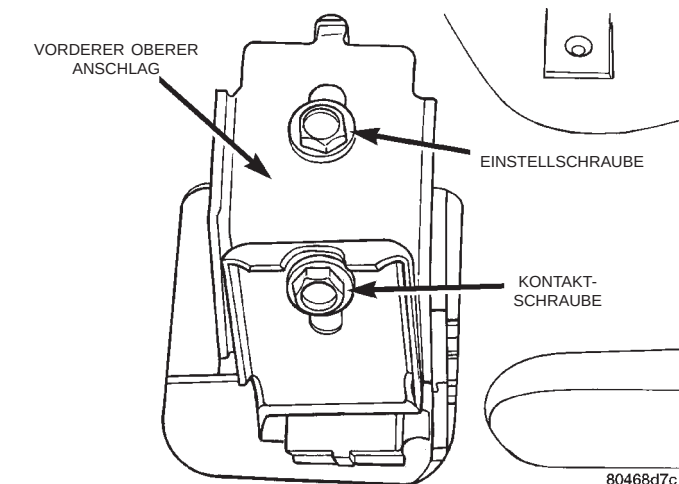
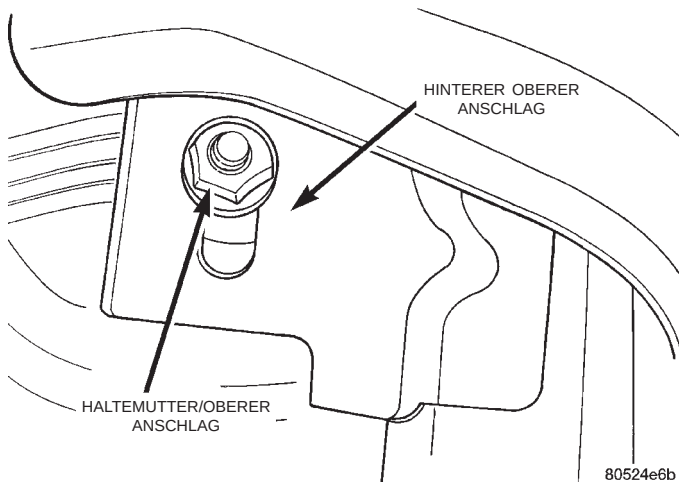

Abb. 78 Ausrichten des vorderen oberen Anschlags
Abb. 79 Ausrichten des hinteren oberen Anschlags
(1) Türverkleidung abbauen.
(2) Nach Bedarf die Wasserschutzfolie abziehen, um die verstellbaren oberen Anschläge freizulegen.
(3) Haltemutter (Abb. 78) und Befestigungsschraube (Abb. 79) des oberen Anschlags lösen.
(4) Gummidichtung da abziehen, wo ausgerichtet werden muß.